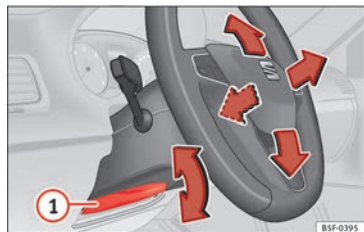

Abb. 19 Hebel auf der linken unteren Seite der Lenksäule.
- Lenkradposition einstellen: Ziehen Sie den Hebel **» Abb. 19 1** nach unten, bringen Sie das Lenkrad in die gewünschte Position und schieben Sie den Hebel wieder nach oben, bis er seine Verriegelungsposition erreicht.